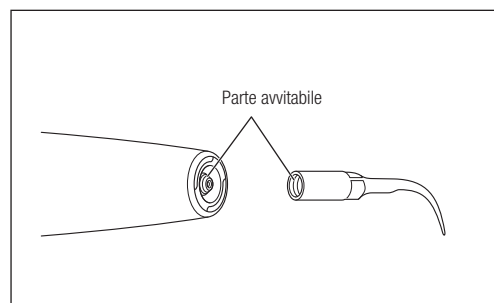

Fig. 14
- 1) Verificare che le parti avvitabili del manipo e della punta siano pulite (Fig. 14).